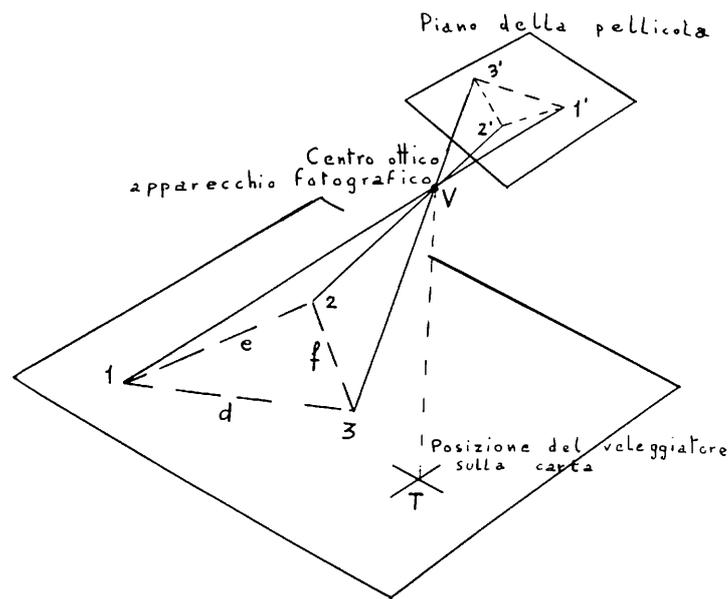

Fig. 1
Si osservi la fig. 1. 1, 2, 3 sono i punti caratteristici scelti sulla carta. 1', 2', 3' sono i punti corrispondenti sulla fotografia. V è il centro ottico della macchina fotografica. T è la corrispondente proiezione verticale, cioè la posizione dell'aliante sulla carta.
- 6 - Vedi fig. 1. Le distanze  $d$  e  $f$  siano misurate sulla carta.
Il primo (fig. 1) è situato sotto il Monte Musinè (lato Sud) all'imbocco della valle, in località Milanere e rappresenta con buona probabilità la futura sistemazione del volo a vela torinese; il campo è lunghissimo (quasi un chilometro) ed è tuttavia consigliabile scegliere o l'inizio o la fine del campo per non incappare in un fosso di irrigazione che è comunque identificabile dall'alto (ben visibile nella foto).